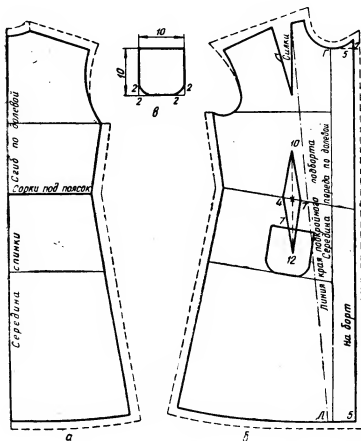

Рис. 228. Нанесение линии фасона и раскрой халата для уроков труда:
**Спинка.** Спинка цельнокроеная, по талии имеет сборки (рис. 228, а).
**Полочка.** На полочке по линии талии (рис. 228, б) наносят вытачку. От точки Т влево по линии талии откладывают 7 см, от точки 7 влево откладывают 4 см (глубина вытачки), расстояние от точки 7 до точки 4 делят на две равные части, от точки деления вверх и вниз проводят вертикальную пунктирную линию параллельно середине переда так, чтобы она была выше линии талии на 10 см и ниже линии талии на 12 см, точки соединяют по линейке, как показано на рис. 228, б.
**Карман.** Карман располагают ниже линии талии на 7 см. Карман строят в виде квадрата 10 на 10 см и углы закругляют на 2 см (рис. 228, в).
ки на ткани спинку и полочку (см. рис. 228) укладывают так, чтобы их середина была по долевой нити ткани.